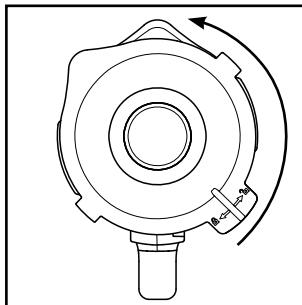

Abb.1
- 1) Nehmen Sie den Mixbehälter ❸ gerade nach oben vom Motorblock ❶ ab.
- 2) Entfernen Sie den Deckel ❷, indem Sie ihn so weit gegen den Uhrzeigersinn Richtung Position drehen (siehe Abb. 1), bis Sie ihn nach oben abziehen können.
- 3) Befüllen Sie den Mixbehälter ❸ mindestens bis zum untersten Strich der Skala ❹ und maximal bis zur Markierung MAX. Für optimale Ergebnisse empfehlen wir folgende maximale Füllmengen: